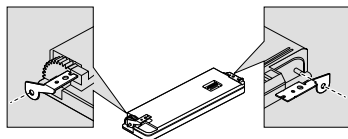

Рис. 12
1. Закрепите держатели с обеих сторон передней панели. (Рис. 12)